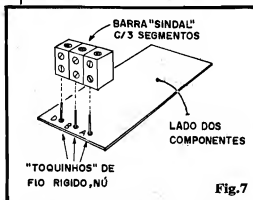

Fig.7
- FIG. 7 - MÉTODO PRÁTICO DE CONEXÃO SEMI-PERMANENTE PARA BOBINA E CAPACITOR VARIÁVEL - Na busca de soluções práticas para a eventual "coloca-tira" de bobinas e capacitores variáveis, durante as experimentações, uma saída lógica é dotar os pontos A-B-D da placa de um trio de contatos tipo "Sindal" (um pedaço de barra para-fusível, com 3 segmentos...). Para tanto, inicialmente devem ser soldados aos furos/ilhas, três "toquinhos" de fio rígido e nê, de modo que sobressaia cerca de 1 cm. sobre a face não cobreada da placa... A tais fiozinhos, a trinca de conectores "Sindal" deve ser fixada e ligada (através dos parafusos para isso existentes nos segmentos), ficando a parte superior da dita barreira de segmentos totalmente livre para a inserção e ligação dos fios/terminais de bobina e capacitor variável (conforme esquema da fig. 6). A solução é elegante, tecnicamente boa, e de fácil "troca-troca", simplificando a experimentação de diversos conjuntos bobina/capacitor, à vontade!